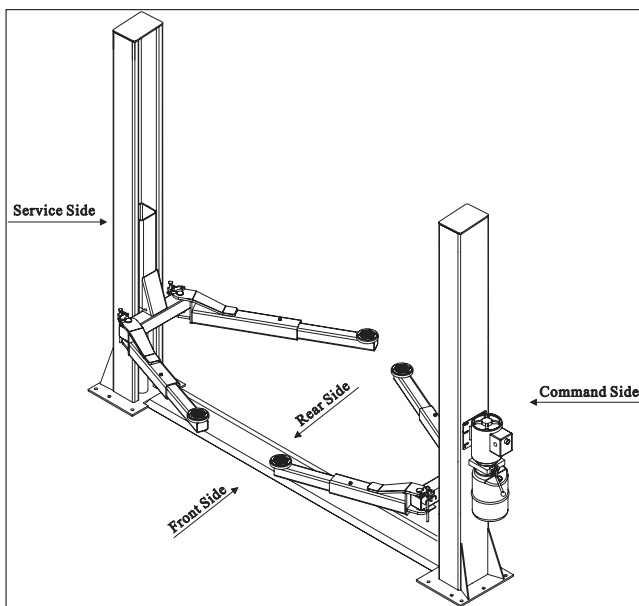

рис. 1
**Рис. 1** ілюструє робочу зону підйомника, в межах якої працює оператор.